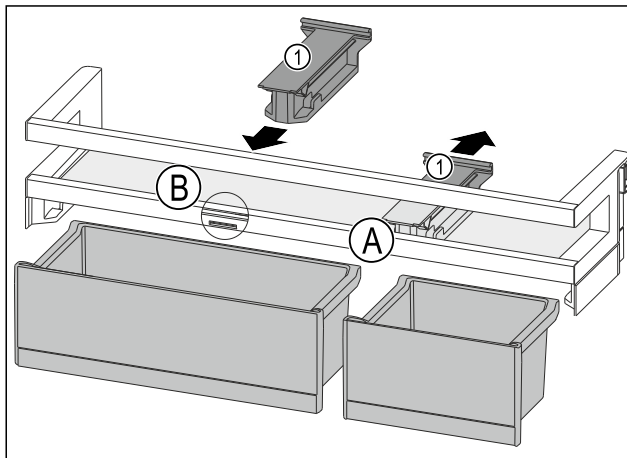

Fig. 164
- ▶ Haltebauteil Fig. 164 (1) in Position Fig. 164 (A) nach hinten abziehen.
- ▶ Haltebauteil Fig. 164 (1) in Position Fig. 164 (B) einsetzen.